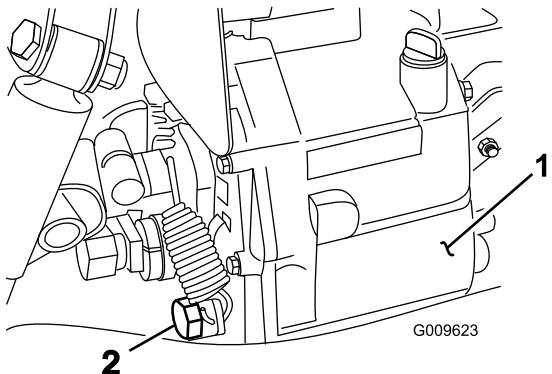

Figura 72
- Retire o tampão de escoamento da parte lateral do reservatório e deixe o fluido hidráulico escorrer para o recipiente (Figura 72).